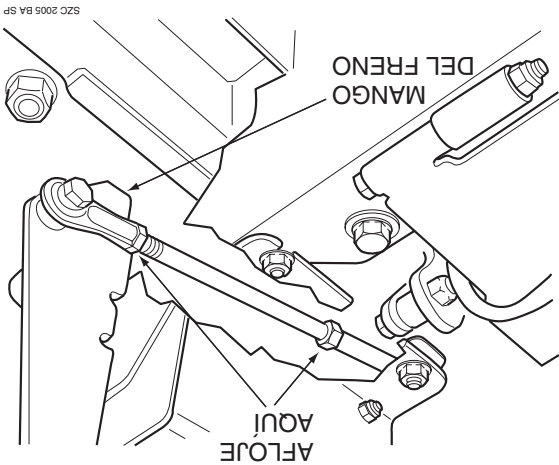

Figura 6-1. Ajuste de freno
3. Mida la distancia entre el bastidor y la parte superior de la barra del accionador. La distancia debe ser de 1-1/4". Si esta medida no está en el valor 1-1/4" especificado, ajuste la varilla de control del freno. Realice el ajuste aflojando la contratuerca en ambos extremos de la varilla de control del freno y girando la varilla hasta alcanzar la distancia apropiada. Apriete las contratuercas. (Vea la Figura 6-1).